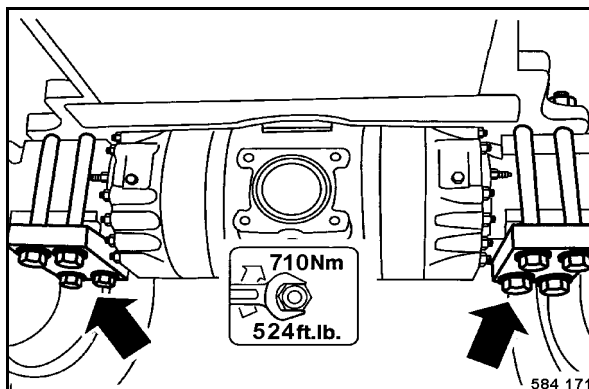

Fig. 177
- Vérifier le serrage de tous les écrous de fixation des boulons de maintien des essieux (Fig. 177).